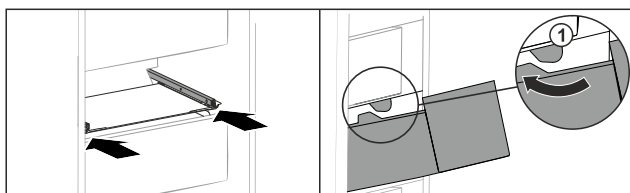

Fig. 154
- ▶ Lirka utdragslåda runt stopplackarna Fig. 154 (1).